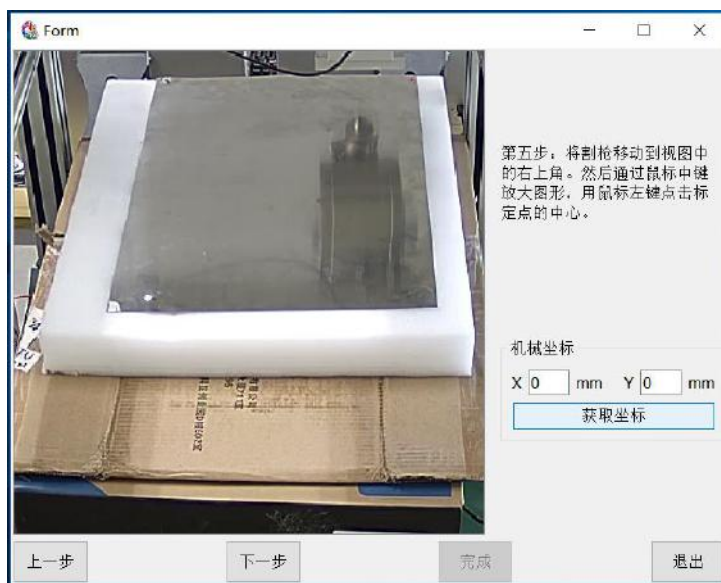

图 13.6 获取第四个坐标点
- 第三个点标定完后，点击“下一步”，完成第四个标定点，操作机床将割枪移动到视图右上角，点击鼠标中键放大图形，用鼠标左键点击标定点的中心之后，在点击界面“获取坐标”按钮，获取机械坐标 X，Y，如图 13.6 所示：